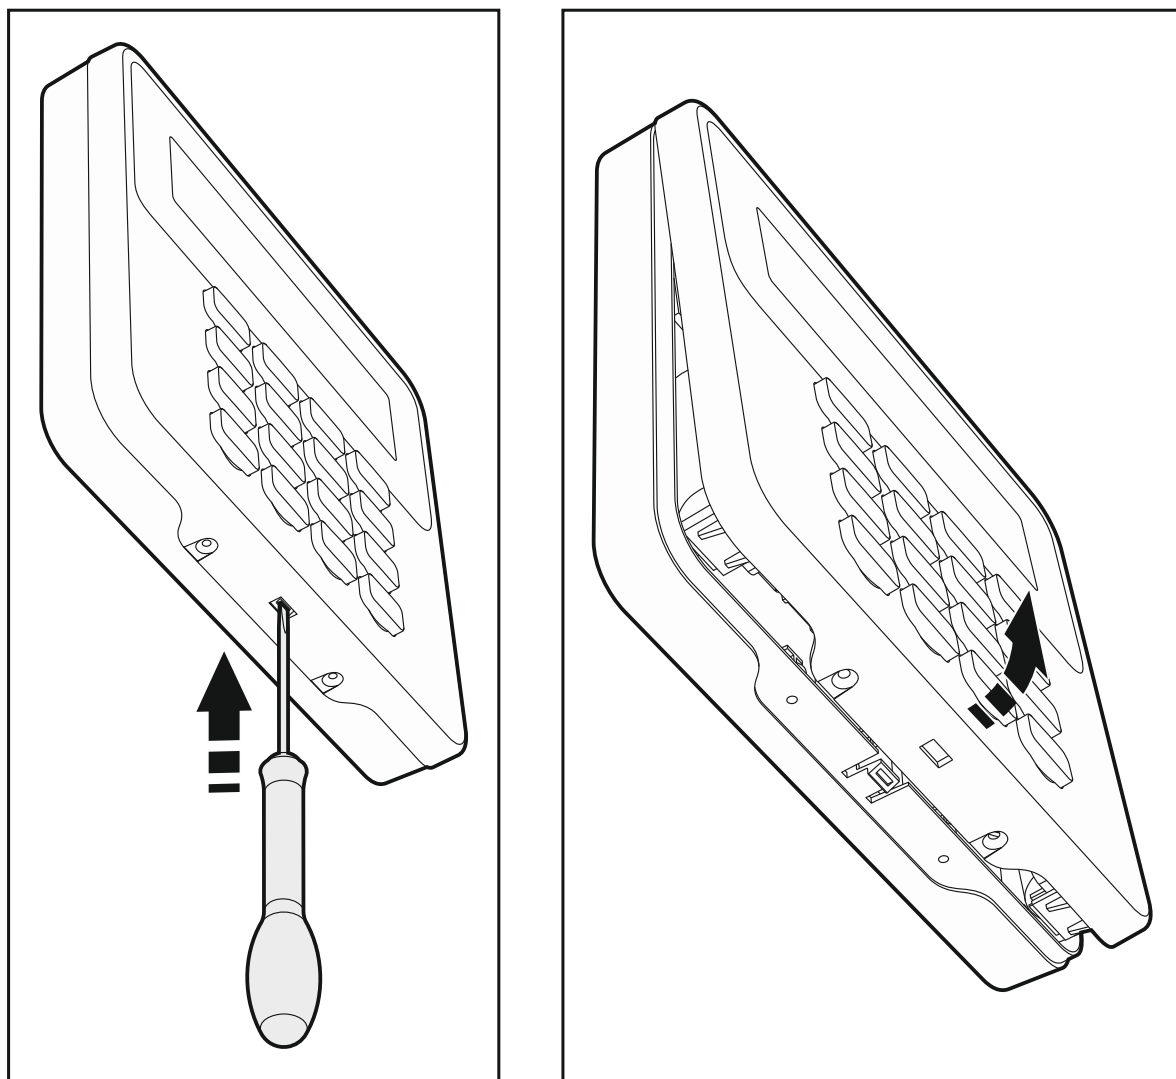

Рис. 3. Открытие корпуса.
1. Откройте корпус клавиатуры (рис. 3).